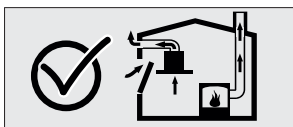

Fig 4
- Prandaj hyrja adekuatë e ajrit duhet të jetë e siguruar. Fig 4
Ajri i absorbuar pastrohet nga filtrat e yndyrës dhe shkarkohet përmes një sistemi tubacioni Fig 4